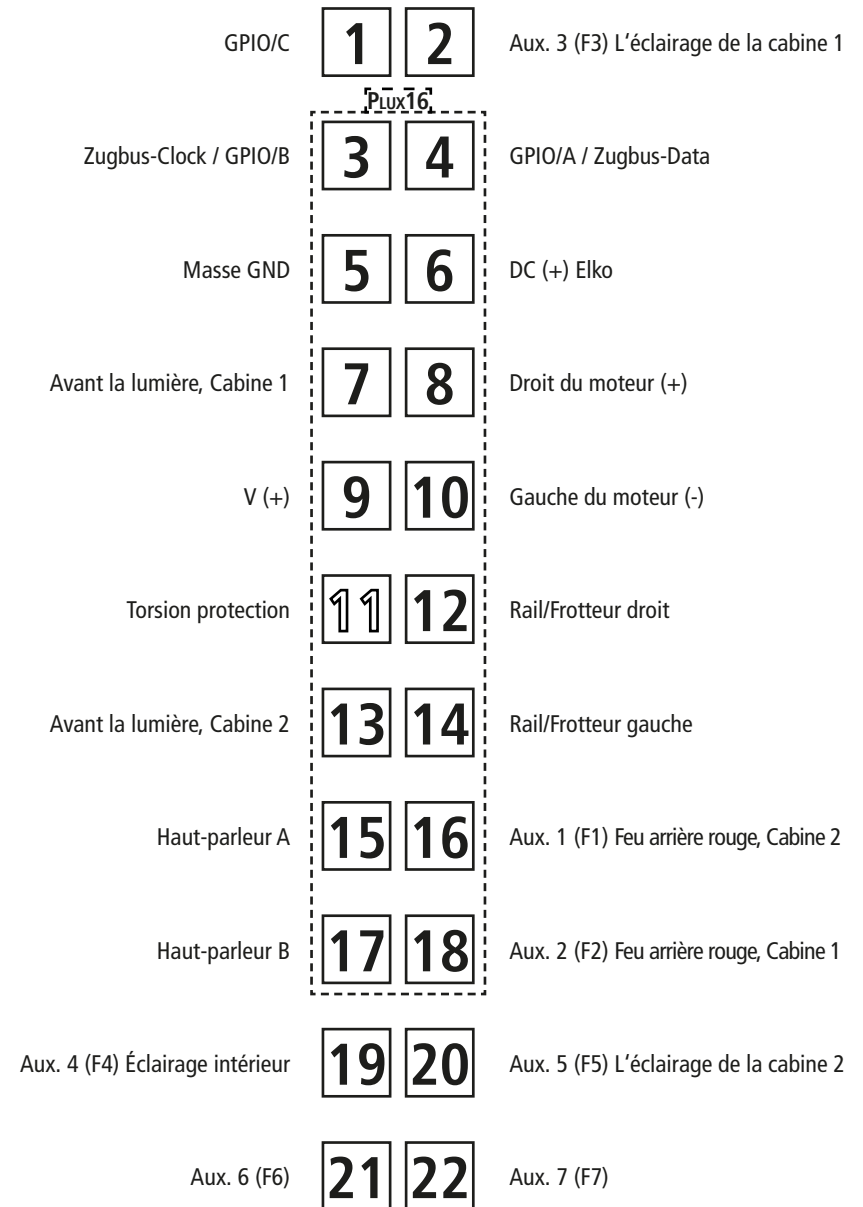

Fig. 6
2. Graissage: N'appliquez **qu'une toute petite goutte** aux endroits indiqués par le plan de graissage (fig. 6) après avoir démonté la caisse de la locomotive (fig. 5). Nous vous recommandons le **graisseur à huile ROCO réf. 10906**. Pour graisser les engrenages (roues dentées, vis sans fin) nous vous conseillons la **graisse spéciale ROCO réf. 10905** pour engrenages en matières synthétiques. Lorsque vous utilisez cette graisse il faut éviter d'huiler ces composants.